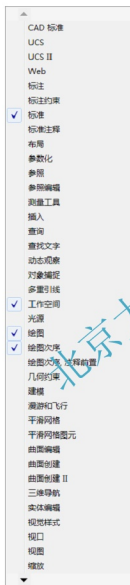

图 1-15 CAD 工具栏标签
- 在 CAD 界面的任一工具栏上单击鼠标右键，弹出如图 1-15 所示的快捷菜单，显示 CAD 所有的工具栏。其中，名称前打“√”，则表明该工具栏已被调用；